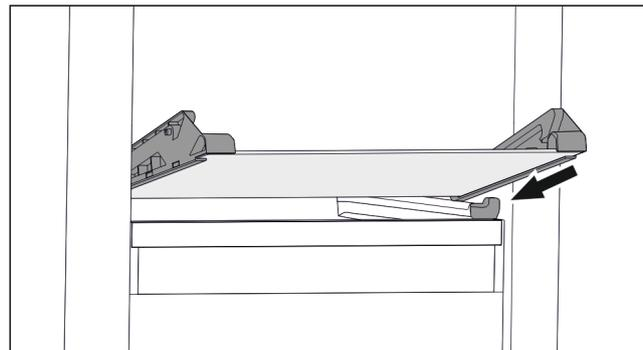

Fig. 64 Glasplatte des abklippbaren Schubfachs
- ▶ Glasplatte schräg hinter den Stopperrn aufsetzen. (siehe Fig. 64)